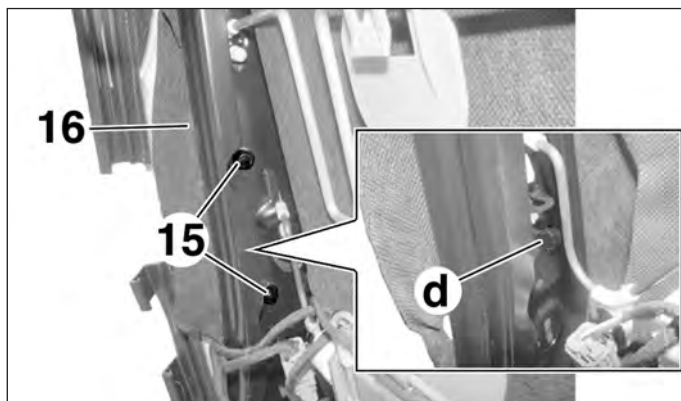
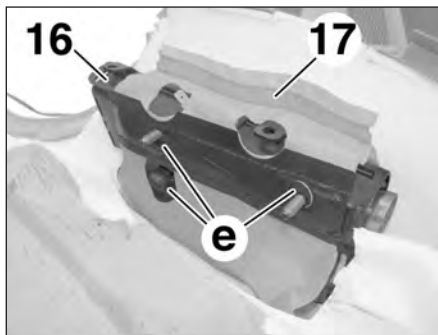

FIG.13
FIG.14
- Déposer les écrous (15) d'airbag (16) (Fig.13).
- Dégrafer l'airbag latéral (16) en (d).
- Dégager l'airbag (16) de la housse (17) (Fig.14).
- Déposer l'airbag (16).